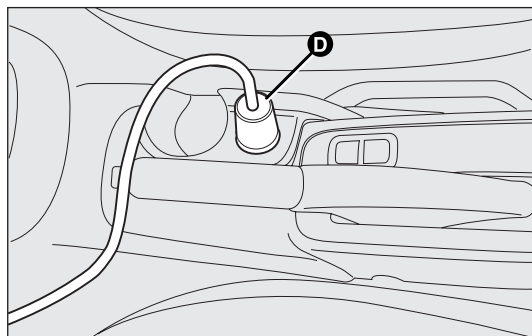
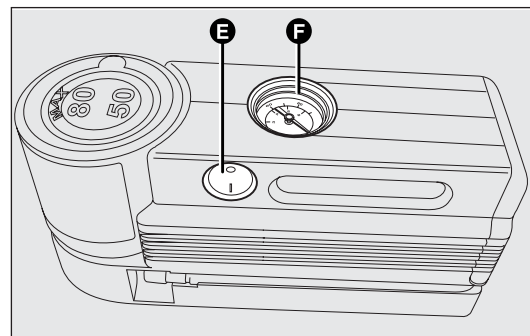

fig. 144
fig. 145
- ❑ s'assurer que l'interrupteur E-fig. 145 du compresseur soit en position 0 (éteint), démarrer le moteur, insérer la fiche D-fig. 144 dans la prise de courant et actionner le compresseur en mettant l'interrupteur E-fig. 145 en position I (allumé). Gonfler le pneu à la pression indiquée au paragraphe "Pression de gonflage à froid" du chapitre "Caractéristiques techniques". Pour plus de précision dans la lecture, il est préférable de vérifier la valeur de la pression sur le manomètre F-fig. 145 avec le compresseur éteint ;